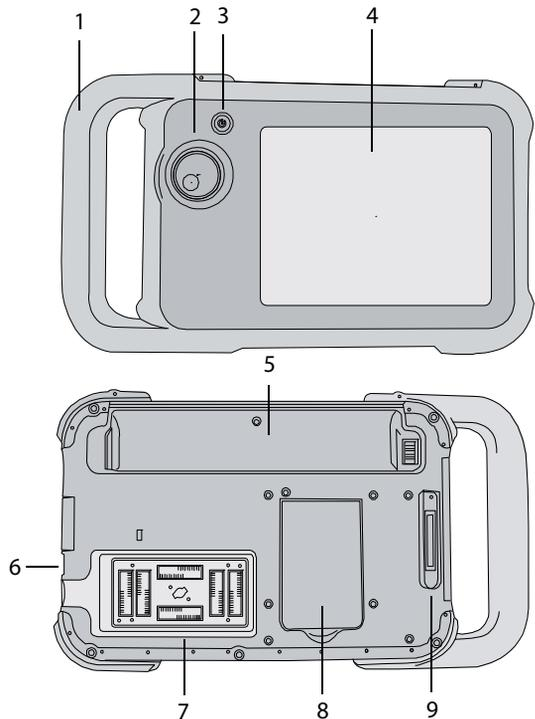

Figura 1 Parte frontal (superior) y posterior (inferior) del sistema
La parte posterior del sistema tiene un compartimento para la batería y un compartimento para el transductor, así como un conector para el módulo de acoplamiento NanoMaxx™. El lateral incluye dos puertos USB. (Consulte Figura 1 en la página 1.)
El módulo de acoplamiento incluye puertos para la fuente de alimentación, para el cable de la impresora y otros, y se acopla a la parte posterior del sistema. (Consulte Figura 1 en la página 1.) Cada puerto tiene un símbolo que describe su utilización.
- ❖ Introduzca el módulo de acoplamiento en su conector situado en la parte posterior del sistema. (Consulte Figura 1 en la página 1.) En la parte superior del módulo de acoplamiento aparece el logotipo de SonoSite.
- Conecte el cable de alimentación de CC de la fuente de alimentación a su puerto en el módulo de acoplamiento. Consulte Figura 1 en la página 1.
Para evitar el riesgo de descargas eléctricas, no toque el conector del transductor (que se encuentra en el compartimento del transductor) del sistema cuando el transductor no esté conectado. Consulte Figura 1 en la página 1.
❖ Inserte el dispositivo de almacenamiento USB en un puerto USB  del sistema. Consulte Figura 1 en la página 1.